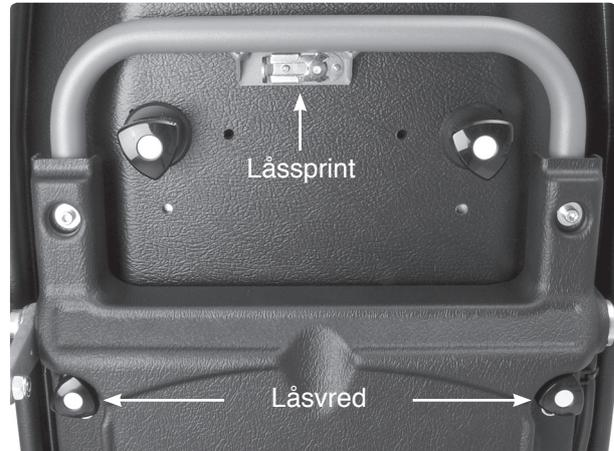

Bild 19. Lossa snabbblås och vred.
6. Återmontera plastkåpan. Se bild 19.